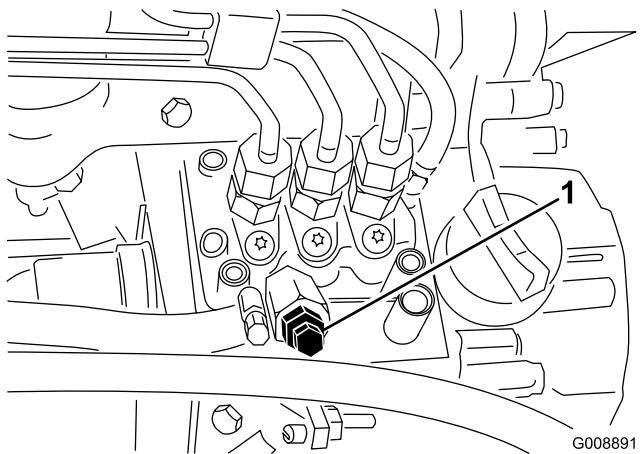

図 38
- 燃料噴射ポンプについているエア抜きネジ(図38)をゆるめる。